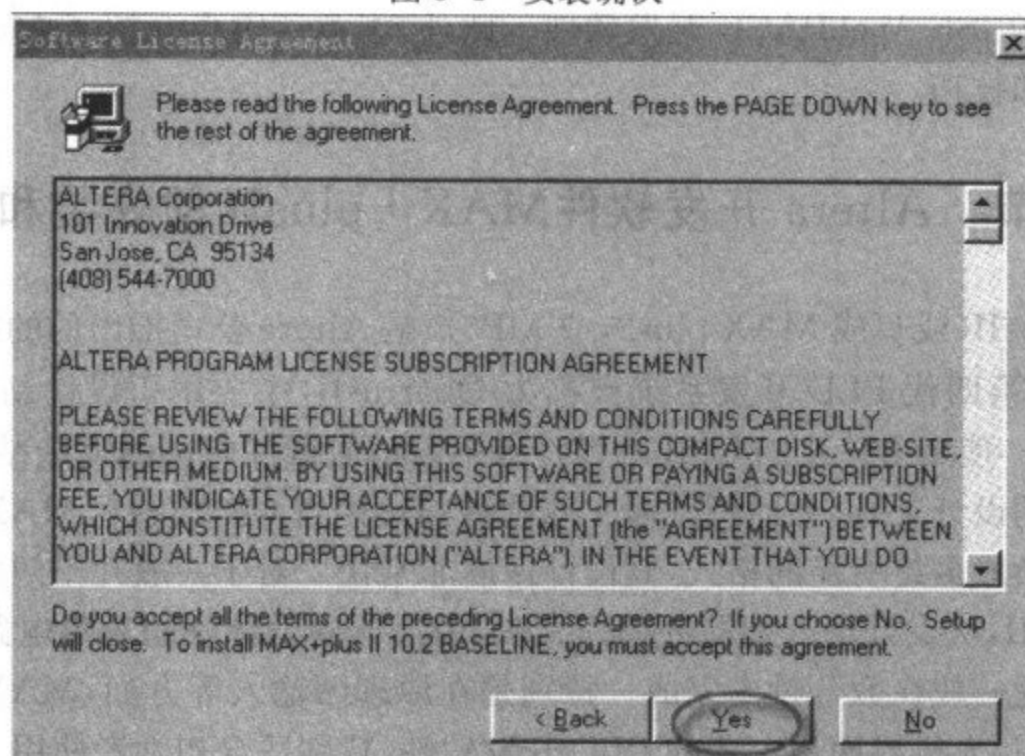

图 3-2 软件许可协议对话框
- (2)单击 Next,出现软件许可协议对话框,如图 3-2 所示。